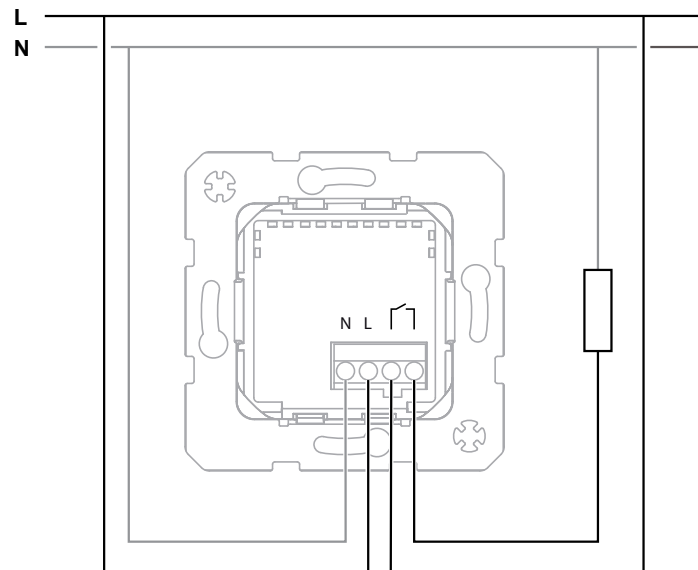

Bild 3
- Relais-Schalter Einsatz (1) gemäß Anschlussplan anschließen (Bild 3/4).